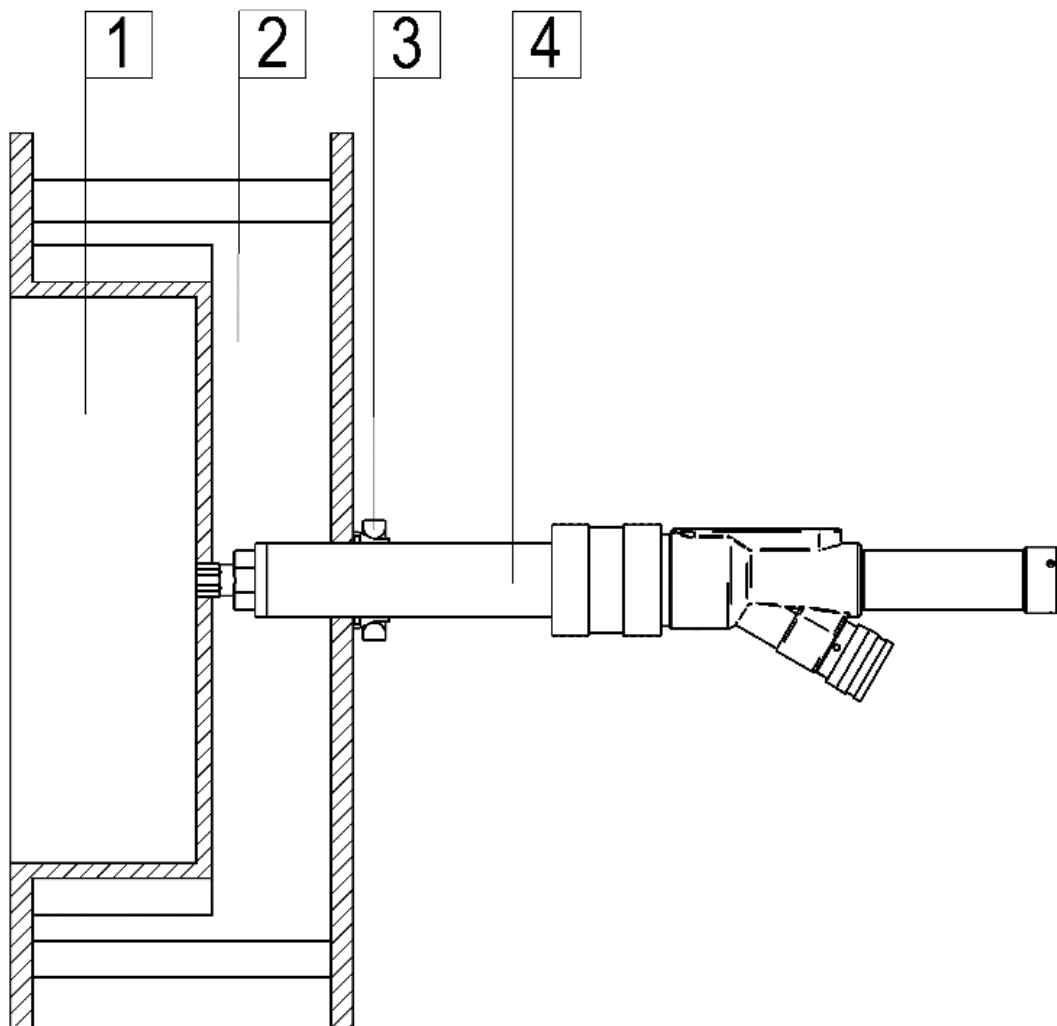

Abbildung 2 (Abbildung ähnlich)
Abbildung 2 zeigt die Einbausituation des Füllinjektors in einem Formwerkzeug. Der Füllinjektor darf mit dem Mantelrohr in die Dampfkammer hineinragen und muss mit einem Haltering fixiert werden (siehe Kapitel 4.6 *Montage und Demontage*). Die maximal zulässige Temperatur darf in diesem Bereich 150°C nicht überschreiten. Es ist darauf zu achten, dass der (Luft-) Druck im inneren des Füllinjektors durch den Temperaturanstieg den maximal zulässigen Betriebsdruck nicht überschreitet.
2. Füllinjektor in das Formwerkzeug einstecken. Anschließend Mantelrohr mit Haltering fixieren. Auf sicheren und festen Sitz des Füllinjektors achten! (vgl. Abbildung 2)